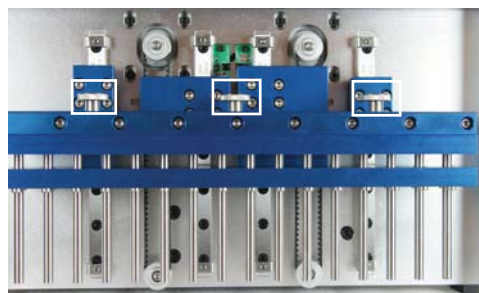

Figura 34. Sistema de varillas magnéticas de SEV y tornillos de mariposa.
4. Desatornille los tres tornillos de mariposa (cuadros en la figura 34) situados en la parte superior del sistema de varillas magnéticas.